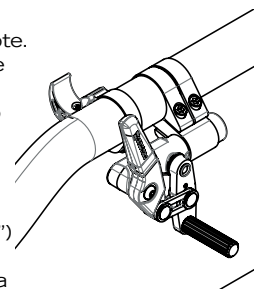

Fig. 2
- Per impegnare i freni (Fig 2), spingere la maniglia in avanti (per il tipo "spingi e blocca") o tirare il blocco all'indietro (per il tipo "tira e blocca") finché quest'ultimo non è completamente impegnato.